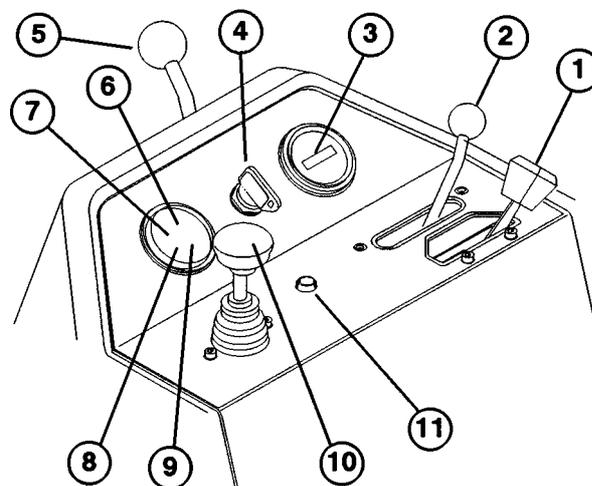

Figure 10
Commande d'accélérateur (Fig. 10)—Permet de régler le régime du moteur. Déplacer la commande vers "FAST" pour augmenter le régime moteur; déplacer la commande vers "SLOW" pour réduire le régime.
Levier de commande de fonctionnement (Fig. 10)—Fournit deux (2) sélections de déplacement, plus une position "POINT MORT". Il est possible d'alternier entre la sélection "tonte" et la sélection "transport" (mais pas le point mort) pendant que la Greensmaster 3200-D est en mouvement, sans pour autant provoquer de dégâts.
Compteur horaire (Fig. 10)—Indique le nombre total d'heures de fonctionnement de la machine. Il se déclenche chaque fois que la clé de contact est tournée en position "ON".
Commutateur à clé (Fig. 10)—Introduire la clé dans le commutateur, la tourner autant que possible dans le sens des aiguilles d'une montre jusqu'à la position "START" (démarrage) pour mettre le moteur en marche. Relâcher la clé dès que le moteur démarre; elle revient alors en position "ON" (contact établi). Tourner la clé dans le sens contraire des aiguilles d'une montre jusqu'à la position "OFF" (contact coupé) pour arrêter le moteur.
Levier de verrouillage de bras de direction (Fig. 10)—Tourner le levier en arrière pour desserrer le réglage, lever ou abaisser le bras de direction au goût de l'utilisateur, puis tourner le levier en avant pour serrer le réglage.
Témoin de surchauffe du liquide de refroidissement (Fig. 10)—Ce témoin, s'allume et le moteur est immédiatement coupé lorsque la température du liquide de refroidissement est trop élevée.
Bouton de commande manuelle après surchauffe (Fig. 10)—Si le moteur est coupé en raison d'une surchauffe, appuyer sur ce bouton et le maintenir enfoncé jusqu'à ce qu'il soit possible de déplacer la machine en lieu sûr où elle pourra refroidir.
Témoin de préchauffage (Fig. 10)—S'allume pour indiquer que les bougies de préchauffage sont sous tension.
Témoin de charge (Fig. 10)—S'allume si la charge de batterie est basse.
Témoin de pression d'huile (Fig. 10)—S'allume si la pression d'huile moteur devient dangereusement basse.
Levier de relevage/descente/tonte (Fig. 10)—Lorsque la machine fonctionne, déplacer le levier en avant pour abaisser les unités de coupe et démarrer les cylindres. Ramener le levier en arrière pour arrêter les cylindres et relever les unités de coupe. Les cylindres peuvent être arrêtés pendant le fonctionnement en ramenant momentanément le levier en arrière, puis en le relâchant. Déplacer le levier en avant pour redémarrer les cylindres.